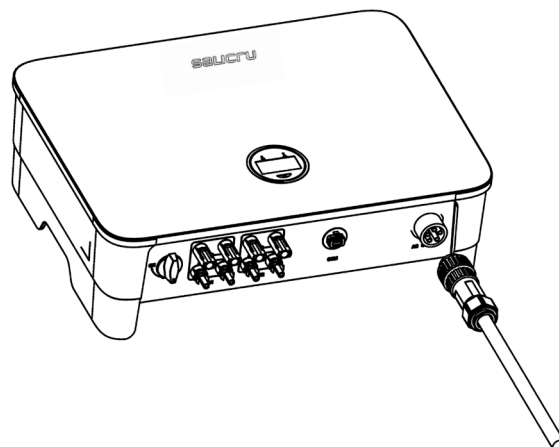

Fig. 37. Conexión del conector AC en el terminal AC del Inversor.
- Conectar el conector AC al terminal AC del inversor; un clic indica que la conexión está en su lugar, tal como se muestra en la Fig. 37: